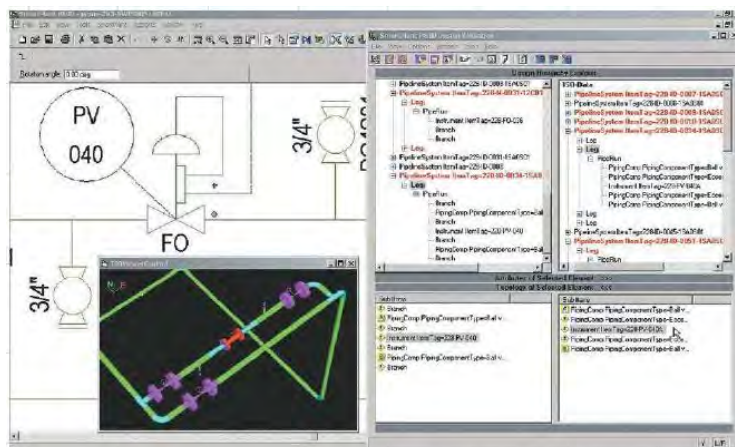

Рис. 2. Визуализация ошибки (несоответствие модели технологической схеме — неверное расположение элемента F0)
- результаты анализа (данные об ошибках, коллизиях и т.д.) предоставляются пользователям для исправления в соответствующих САПР. Отображение ошибок имеет интуитивное графическое представление (рис. 2).